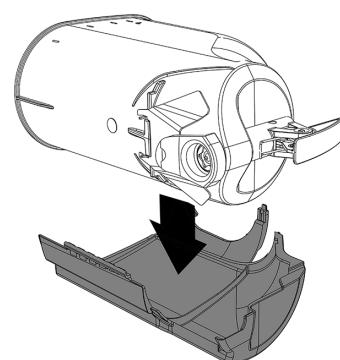
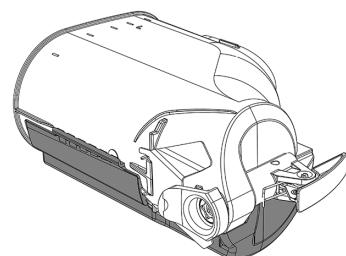

figura 2
figura 3
- 1** Apoye la parte derecha del recuperador sobre una superficie. Coloque el recipiente en su interior.(ver figura 2)(ver figura 3).